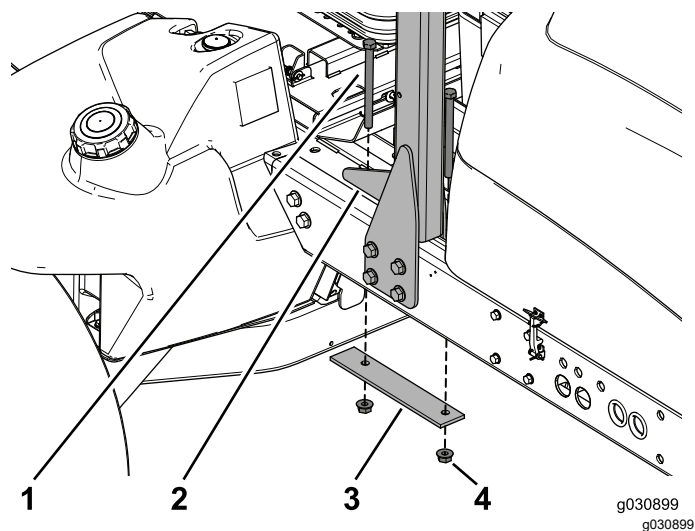

図 4
3. ROPS をフレーム上部に固定しているボルト2本、補強プレート、フランジナットを外す。捨てないこと 図 4。